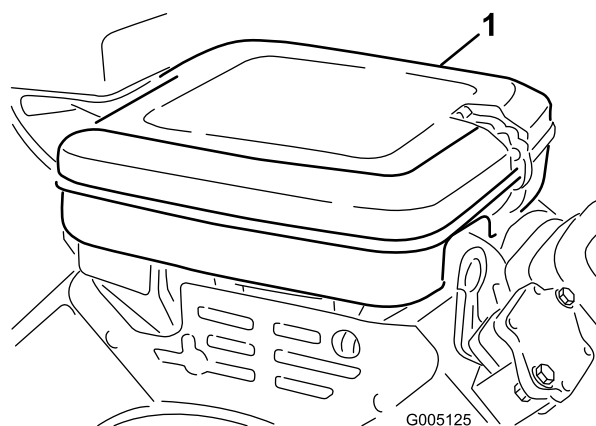

Figura 36
1. Limpe bem a cobertura (Figura 36).